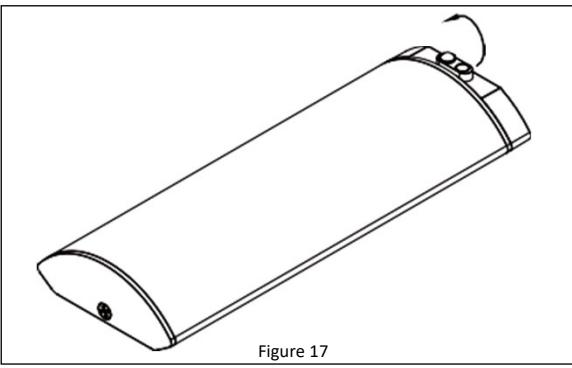

Figure 17
5. Retirez le capuchon de protection de la prise du détecteur en le tournant de 90° dans le sens antihoraire et en le soulevant. Branchez le détecteur à la prise du détecteur en alignant les languettes sous le détecteur avec les encoches de la prise du détecteur, puis tournez légèrement dans le sens horaire. **Reportez-vous à la figure 17.**